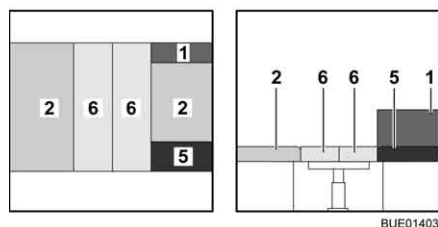

Fig. 123 Después de la transformación
- Colocar el cojín adicional 1 (Fig. 123,5) sobre la prolongación de asiento.
- Colocar dos cojines adicionales (Fig. 123,6) en la mesa.